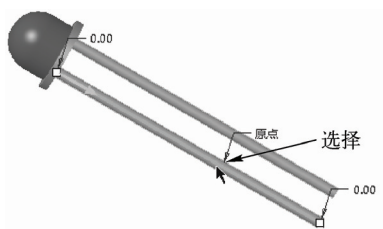

图 6-75 选择合适的曲线
STEP 03 打开“扫描混合”选项卡，单击“移除材料”按钮, 并在绘图区中选择合适的曲线，如图 6-75 所示。